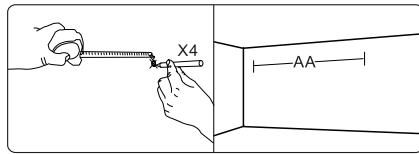

图 2
- 根据测量距离在墙壁上相应位置用电钻钻四个大小适中的孔位，并在这四个孔内打入四个 $\phi 5 \times 60$ mm膨胀螺丝（选购件）。（如图2）